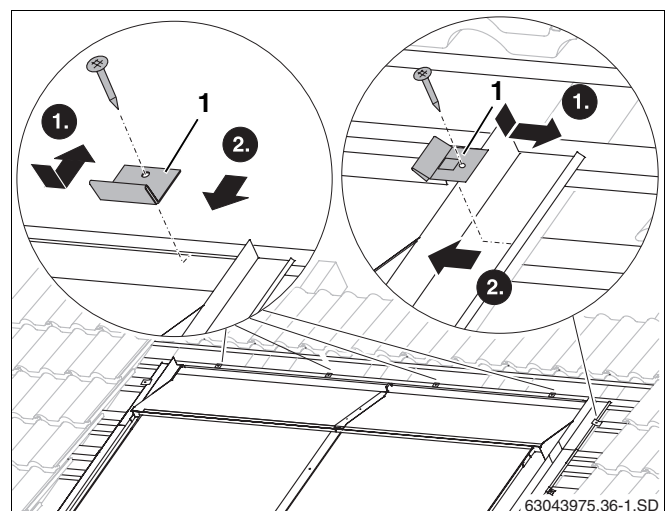

Fig. 60 Fijación de las chapas protectoras superiores con topes
- ▶ Sitúe el tope (fig. 60, **pos. 1**) en el borde de la chapa protectora.